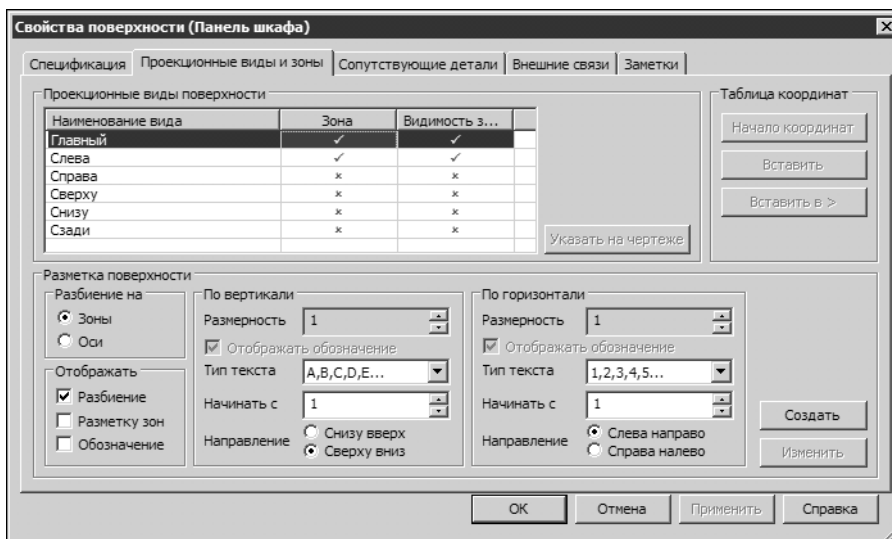

Рис. 26.12. Проекционные виды и зоны установки
3. Откройте диалог свойств той поверхности, для которой построены проекционные виды и ассоциируйте проекционные виды зон установки с геометрией этих зон на схеме расположения (рис. 26.12 на с. 477).